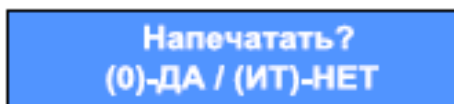

Рисунок 12 – Сообщение с запросом о печати
После ввода и сохранения последнего параметра записи на дисплей выводится сообщение с запросом (рисунок 12). Для того, чтобы вывести на печать запрограммированные параметры следует нажать кнопку , чтобы завершить редактирование без распечатки параметров следует нажать кнопку .
- при получении запроса (рисунок 12) нажмите **0** для сохранения и вывода на печать информации о запрограммированных параметрах или **ИТОГ** для сохранения запрограммированных параметров без печати.
- при получении запроса (рисунок 12) нажмите  для сохранения и вывода на печать информации о запрограммированных параметрах или  для сохранения запрограммированных параметров без печати.